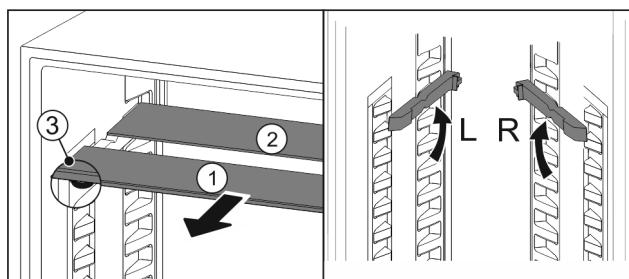

Fig. 54
- ▶ Dra ut Fig. 54 (1) glashyllorna framåt en i taget.
- ▷ Glashyllan Fig. 54 (1) med dekorlisten ligger längst fram.
- ▷ Stoppklackarna Fig. 54 (3) är vända nedåt.